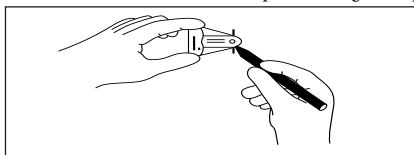

FIGURA 8
- e) Quando o íman do MAGNA-FINDER™ se encontrar em posição perpendicular à base do MAGNA-FINDER™, assinala o tecido com um marcador cirúrgico nas duas ranhuras na base do MAGNA-FINDER™. A linha entre estas duas marcas indica a localização de um plano, conforme mostrado na Figura 8. O MAGNA-SITE™ encontrar-se-á num ponto ao longo deste plano.